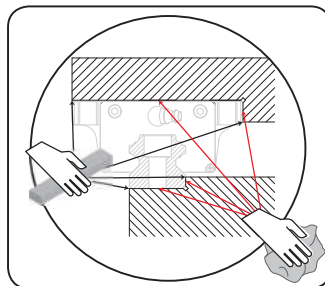

Fig. 1
- ontbraam en reinig zorgvuldig alle montagevlakken, fig. 1